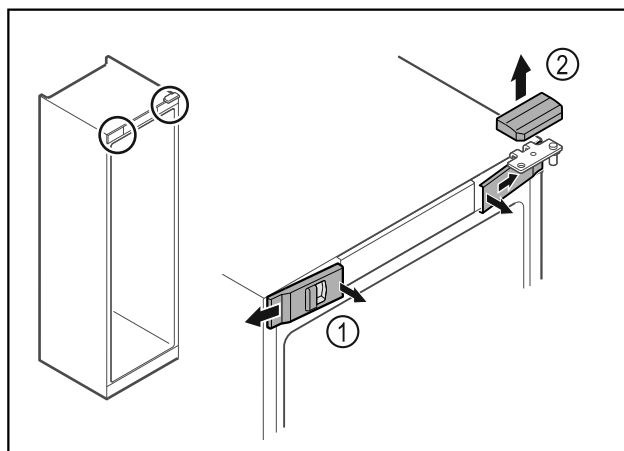

Fig. 6
- ▶ Pattintsa ki belül az elülső burkolatokat Fig. 6 (1), és tegye félre.
- ▶ Vegye le felfelé a felső burkolatot Fig. 6 (2).